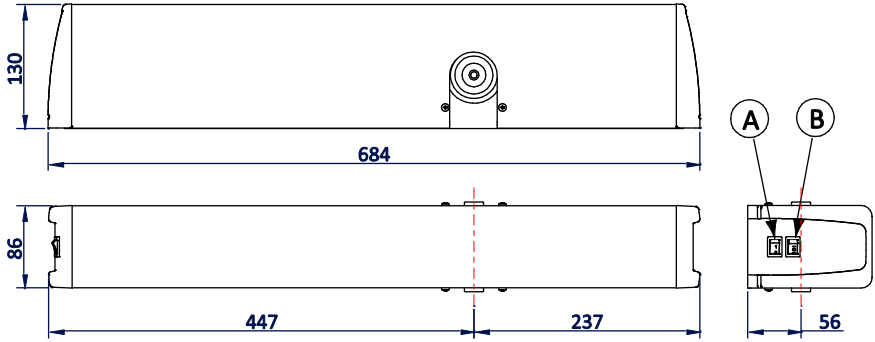

Fig.1
- 4- vuelva a ensamblar todos los componentes de cada uno de los Proswing desconectando el selector de lógicas del automatismo Slave (Fig. 1 B).